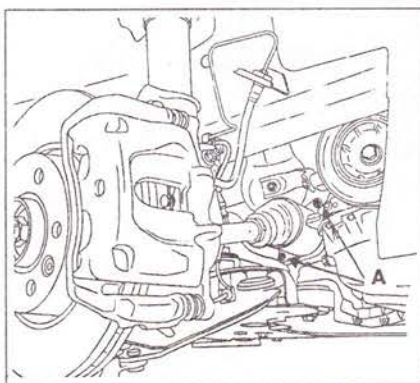

Рис. 5.87. Открутите два болта **А** крепления промежуточной опоры.
5. Открутите два болта **А** крепления промежуточной опоры (рис. 5.87).